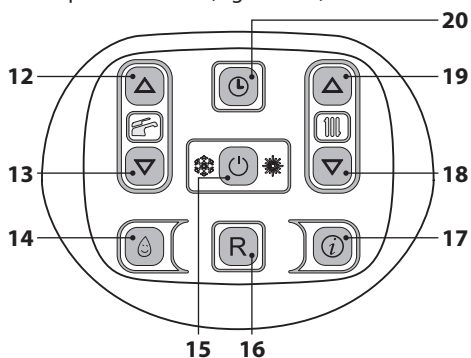
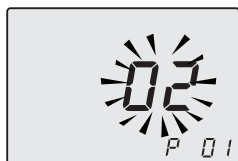

Figura 5.49
Figura 5.50
- Entrare in "modalità programmazione" premendo contemporaneamente per 10 secondi i tasti 15 - 18 - 19 (Figura 5.49) fino a far apparire sul display LCD le lettere **P01**, indicanti l'entrata nel "parametro 01" (Figura 5.50).
- Premendo il tasto 15 (Figura 5.49) si ottiene la conferma del valore inserito.